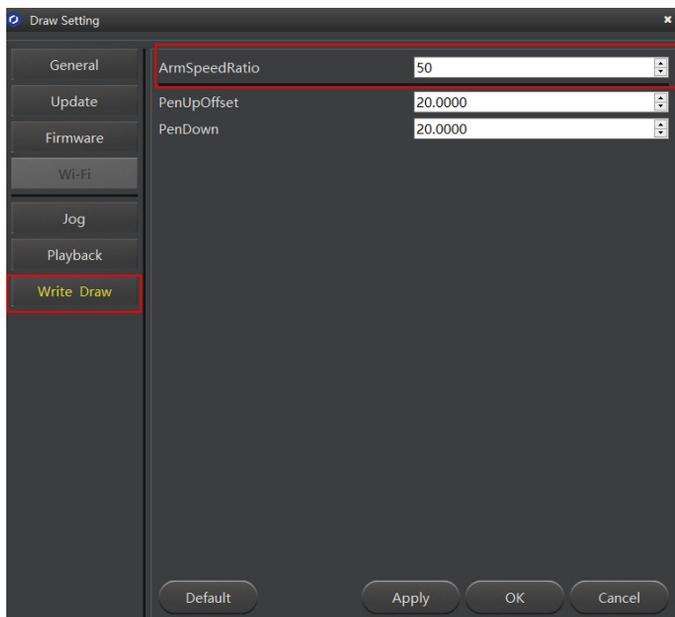

Figura 91: Configuração dos parâmetros da função Write & Draw
3.2. Clique em **Write & Draw** para definir **ArmSpeedRatio (%)**, **PenUpOffset (mm)**, **PenDown (mm)**, como mostrado na Figura 91.